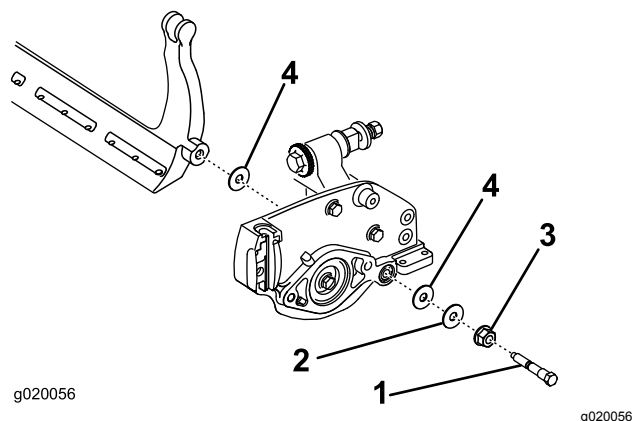

Figura 23
Guarde las 2 arandelas de nylon y la arandela de acero de cada extremo de la barra de asiento (Figura 23).
- Coloque una arandela de nylon en cada lado del saliente de la chapa lateral. Coloque una arandela de acero por fuera de cada arandela de nylon (Figura 23).